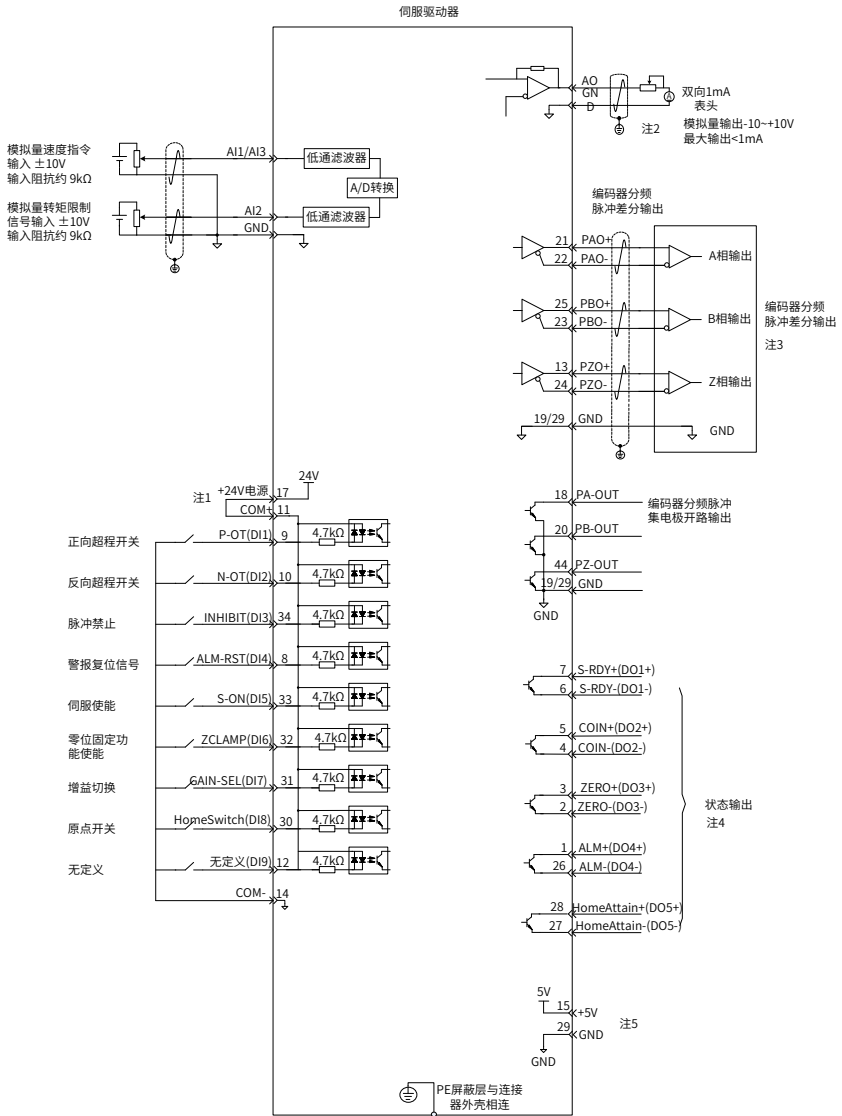

图 4-6 速度模式配线图
- 3) 参考图 4-6 配线说明连接 CN1 端子中必要的 DI/DO 信号及模拟量速度指令。